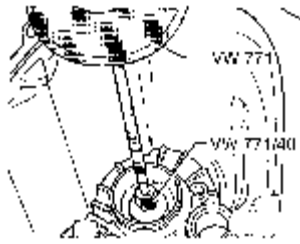

图 9-89 拉出小圆锥滚柱轴承外圈
(2) 拉出小圆锥滚柱轴承外圈时，把专用工具 VW 771/40 旋入压板，旋入多功能工具 VW 771，通过压板拉出外圈，如图 9-89 所示。